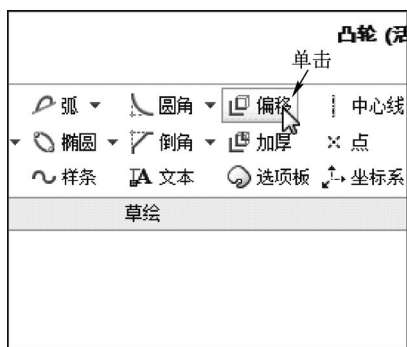

图 3-60 单击“偏移”按钮
STEP 02 在功能区选项板的“草绘”选项卡中, 单击“草绘”面板中的“偏移”按钮, 如图 3-60 所示。